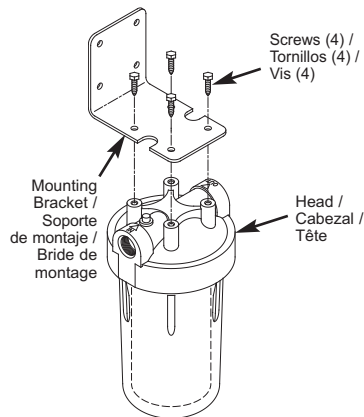

Fig. 2
**NOTE:** A mounting bracket and screws are included to support the filter assembly (See Figure 2).
**REMARQUE :** Une bride de montage et des vis sont incluses pour supporter l'ensemble de filtre (voir figure 2).